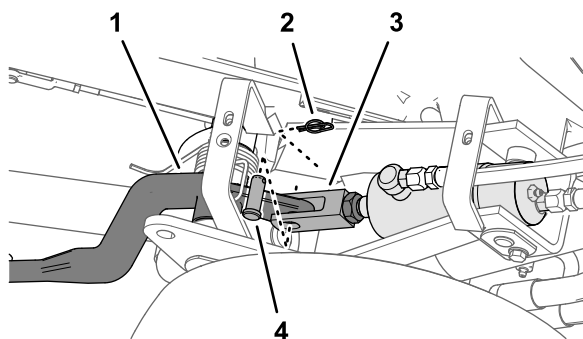
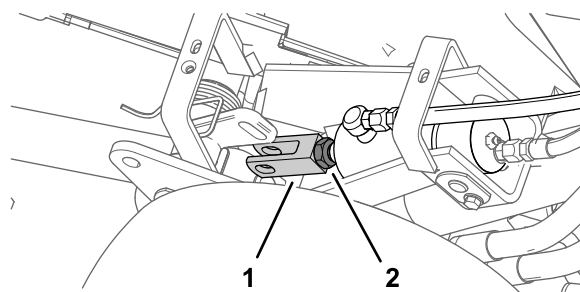

Figura 52
Figura 53
3. Afloje la contratuerca que sujeta la horquilla al cilindro de la unidad de corte que debe ser ajustada (**Figura 52**).
4. Retire la chaveta y el pasador de horquilla (**Figura 52**)
5. Gire la horquilla hasta obtener la altura deseada (**Figura 53**).
6. Monte la horquilla en el brazo de elevación con el pasador de horquilla y la chaveta, y apriete la contratuerca (**Figura 52** y **Figura 53**).